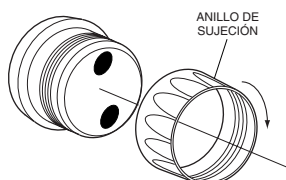

Figura 1
A. VELOCÍMETRO / RELOJ (Figura 1)